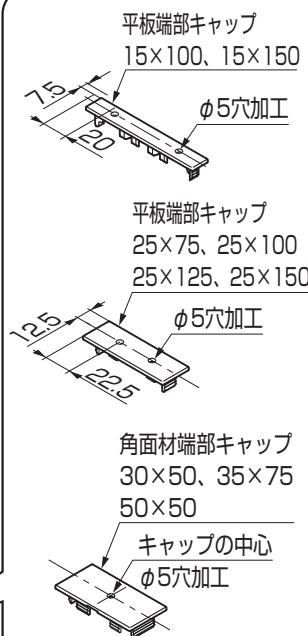

图4-22
- ③ 下側に取付ける端部キャップにφ5の水抜き穴をあけてください。(図4-22参照)